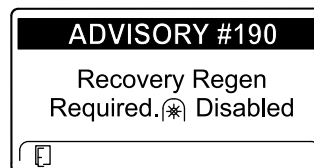

Figura 40
- Recovery regen required (Es necesaria una regeneración de recuperación) ADVISORY #190 (Aviso n.º 190) (Figura 40)